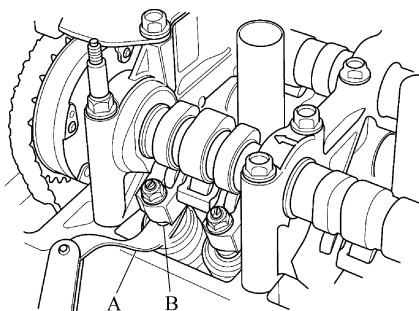

图 2-49 测量气门间隙
4) 将塞尺(A)插入调节螺钉(B)与气门杆端部之间, 并前后滑动; 应该感觉到轻微的拖滞, 见图 2-49。